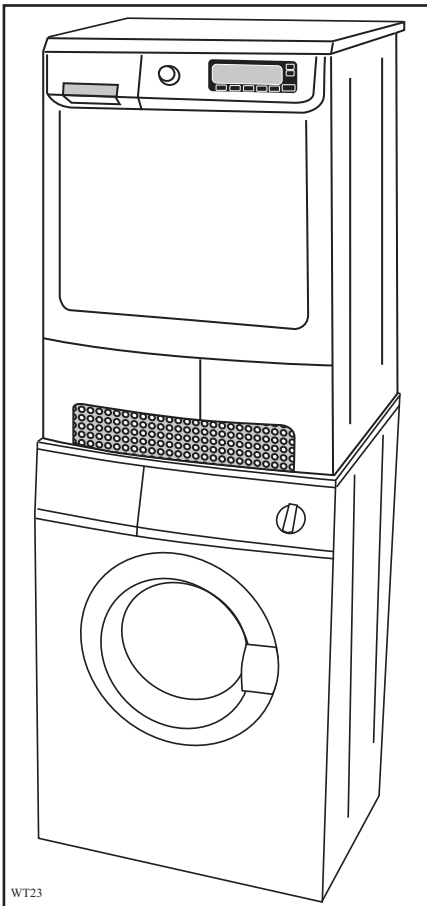

Fig 15
- modelos con tapa en el zócalo (fig 15, 16 y 17).